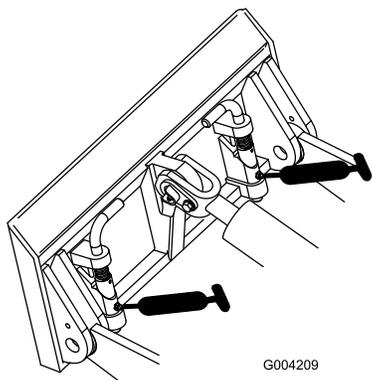

Figure 19
- Raccordez une pompe à graisse à chaque graisseur (Figure 18 et Figure 19).